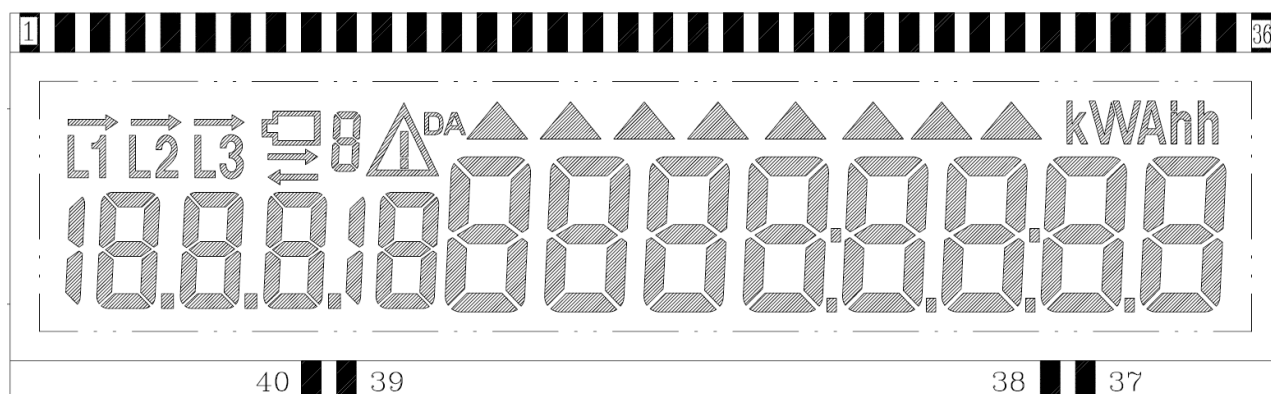

Рисунок 3.1 – Внешний вид дисплея счетчика со всеми включенными сегментами
3.8.3 В результате нажатия на большую кнопку прокрутки дольше 5 секунд счетчик переходит в режим отображения на индикаторе расширенного набора метрологических параметров от производителя. Режим сопровождается подсвечиванием треугольника (рисунок 3.1), расположенного в правом верхнем углу, имеющий расшифровку символа – «§» по п.3.9. Во время отображения списка можно прокручивать данные вперед/назад с помощью кнопок прокрутки. Если кнопки не нажимаются, то список будет прокручиваться автоматически с интервалом между отображаемыми данными – 7 секунд.
Если данные счетчика при этом считываются через оптопорт на индикаторе возникает мигающий треугольник «TR» (рисунок 3.1), при котором протокол DLMS прекращает работать, а используется технологический протокол.